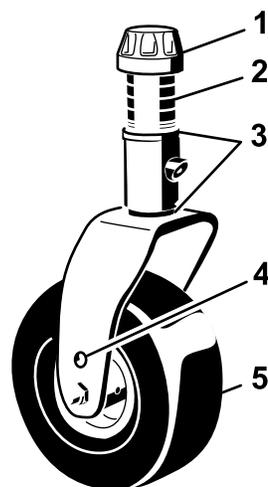
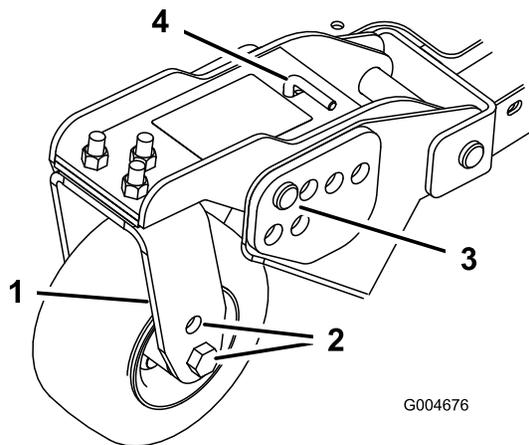
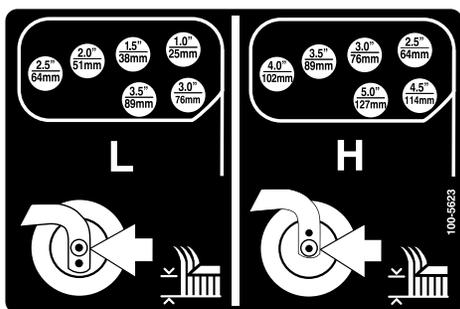

Figura 22
Figura 24
Figura 25
- Coloque los ejes de las ruedas giratorias en el mismo taladro en todas las horquillas (Figura 22 y Figura 24).
- Retire el casquillo tensor del eje y deslice el eje fuera del brazo de la rueda giratoria (Figura 22).
- Retire la chaveta y los pasadores de los brazos de pivote de las ruedas giratorias (Figura 24).
7. Gire la varilla tensora para elevar o bajar el brazo de pivote hasta que los taladros estén alineados con los taladros seleccionados del soporte de ajuste de la altura de corte en el bastidor de la carcasa de corte (Figura 24 y Figura 25).